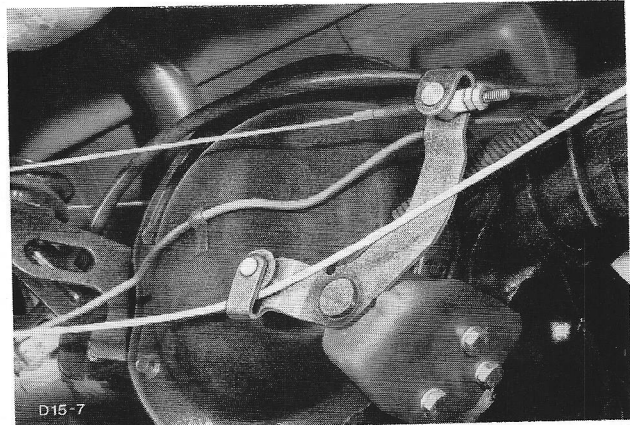

Fig.8 Handremhefboom.
terbrug en trek de kabel naar voren (fig.8).
12. Bevestig de handremkabel aan de hefboom op het achterbrughuis en stel de kabel zð af dat de hefboom de aanslag niet meer raakt (fig.8).